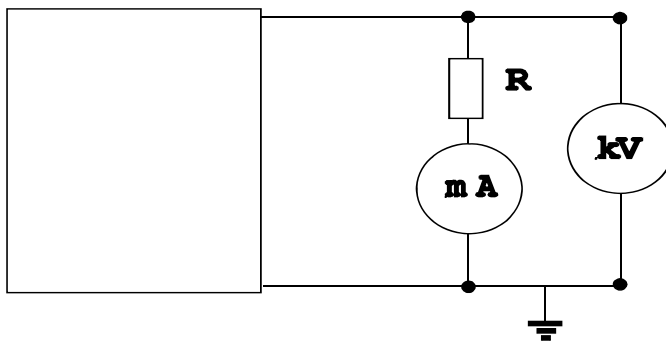

Рис.1. Контрольно-измерительная схема для устройства «Меркурий-3/100».
9.3.1. Подключить электростатический киловольтметр **kV** (не менее 20 кВ), балластные сопротивления **R**, (типа КЭВ с номиналом 5...15 МОм, с суммарной мощностью не менее 20 Вт) и миллиамперметр **mA** (со шкалой не менее 1мА), в соответствии со схемой контроля (рис.1).